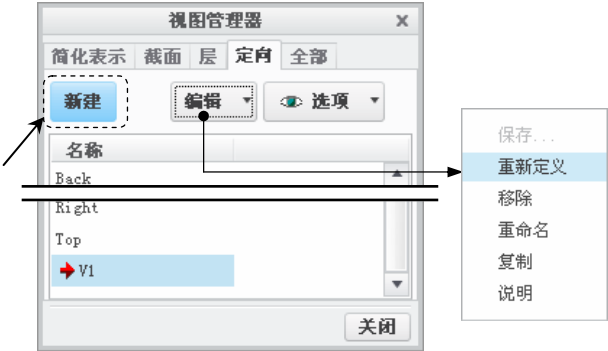

图 10.4.8 “视图管理器”对话框
(1) 选择 **视图** 功能选项卡 **模型显示** 区域  节点下的 **视图管理器** 命令，系统弹出图 10.4.8 所示的“视图管理器”对话框，在 **定向** 选项卡中单击 **新建** 按钮，并命名新建视图为 V1，按 Enter 键确认，然后选择 **编辑** ▾ ➔ **重新定义** 命令。